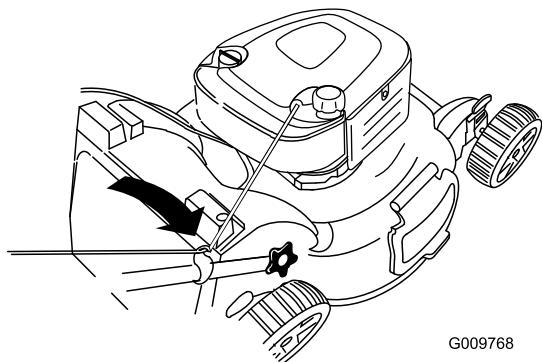

Figura 30
- Pase la cuerda de arranque alrededor de la guía de cuerda inferior (Figura 30).